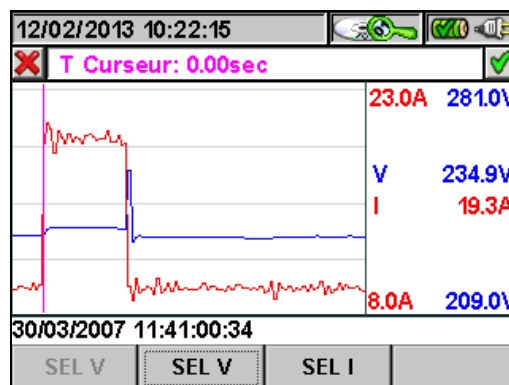

Fig. 128 : Graphique Courants d'Appel
- La touche **F3** (ou **GRAPH** à l'écran) accède à la page qui montre le graphique du Courant d'appel sélectionné (Fig. 128)